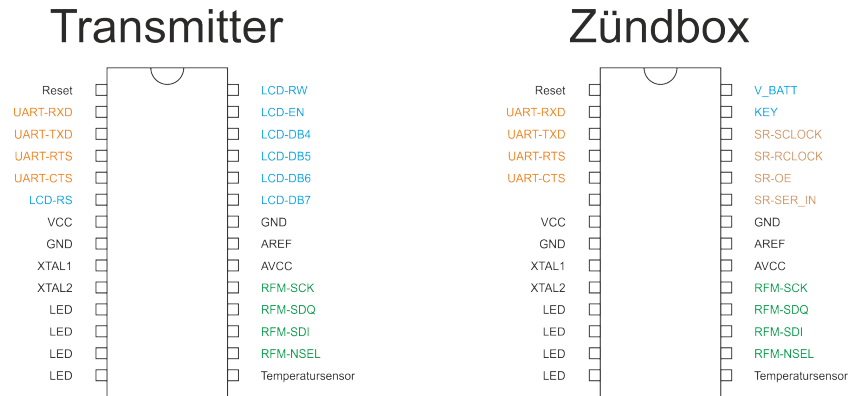

Abbildung 1.1: Pinbelegung des Mikrocontrollers bei Transmitter und Zündbox
Herzstück aller Devices ist ein 8-bit-Mikrocontroller von Atmel, unterstützt werden der ATmega168PA sowie sein großer Bruder ATmega328P, welcher die verschiedenen Peripheriebausteine kontrolliert. Die Belegung für die verschiedenen Devices ist in Abbildung 1.1 gezeigt. In jedem Device befinden sich ein über eine SPI-Schnittstelle steuerbares Funkmodul von HopeRF, unterstützt werden das inzwischen abgekündigte aber immer noch weit verbreitete RFM12(B) sowie dessen Nachfolger RFM69CW, welches die drahtlose Kommunikation zwischen den einzelnen Devices übernimmt, ein RS232-Treiberbaustein mit an die Gehäuseaußenseite geführter Sub-D-Buchse zur Kommunikation zwischen Mikrocontroller und PC sowie vier Status-LEDs.
Der Grund hierfür liegt in der in Abbildung 1.1 gezeigten Pinbelegung des Controllers. Wie zu erkennen ist, werden Controlleranschlüsse beim Transmitter als Steuerung des Displays verwendet, die bei der Zündbox den Zustand des Schlüsselschalters einlesen oder die Schieberegister zur Zündung der Kanäle ansteuern. Da die Software davon ausgeht, dass ein Device mit Slave-ID und Unique-ID 0 an diesen Pins ein LC-Display besitzt, werden die Pins entsprechend konfiguriert und angesteuert. Im Fall des Schlüsselschalter-Pins kommt es daher zu einem Kurzschluss, wenn die Box scharf geschaltet ist, was den Controller beschädigen kann, die Ansteuerung des Schieberegisters mit LCD-Befehlen führt dazu dass Zündkanäle durchschalten und Zündungen unkontrolliert ausgelöst werden, weil die Software glaubt, die Datenpins des LCD zu modulieren, in Wahrheit aber die Schieberegister ansteuert.